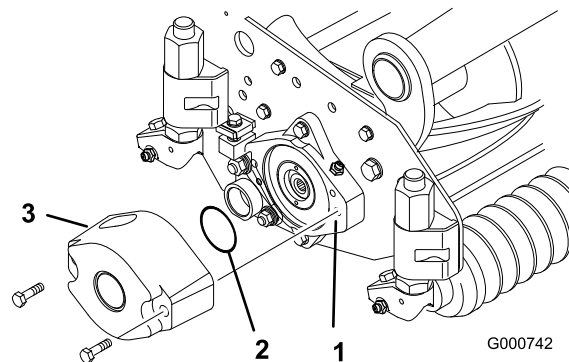
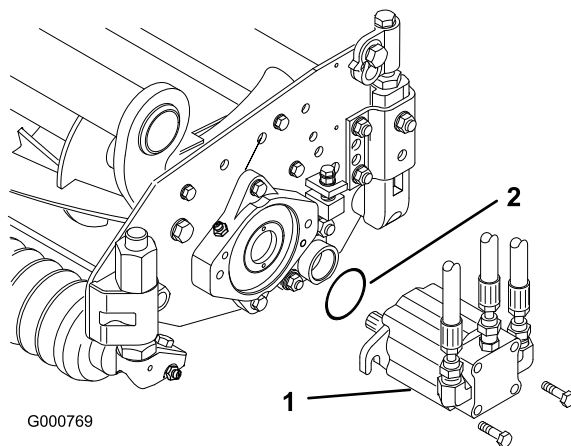

Figure 4
Figure 7
3. Lubrifiez et montez un grand joint torique dans la rainure du logement de roulement à chaque extrémité du plateau de coupe (Figure 4 et Figure 7).
4. Fixez un contrepoids sur l'extrémité appropriée de chaque plateau de coupe au moyen des vis fournies (Figure 4).
13. Montez le moteur du côté entraînement du plateau de coupe et fixez-le avec deux vis d'assemblage fournies (Figure 7).